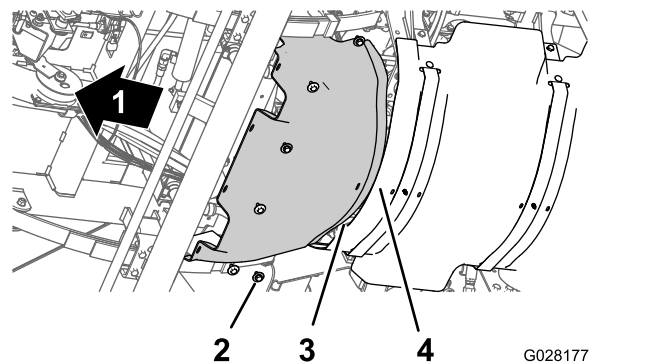

Figura 59
1. Alinee la brida trasera del protector térmico delantero sobre la brida delantera del protector térmico trasero (Figura 59).
2. Alinee los taladros del protector térmico delantero con los taladros roscados del chasis (Figura 59).
3. Monte el protector térmico delantero en la máquina con los seis pernos de cabeza hexagonal y las seis arandelas (Figura 59) que retiró en el paso 3 de Retirada del protector térmico delantero \(página 54\).